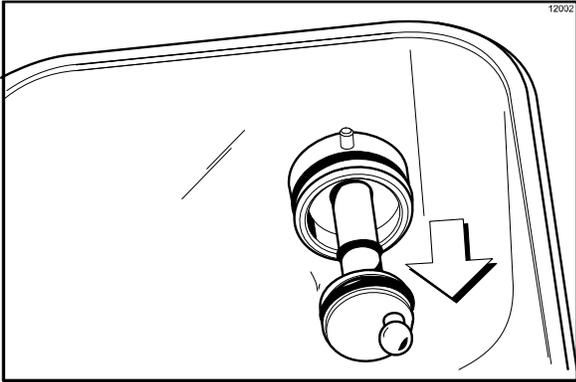

图 103
10. 从储料槽后壁上的传动轴心上取下泵传动轴。（见图 103。）